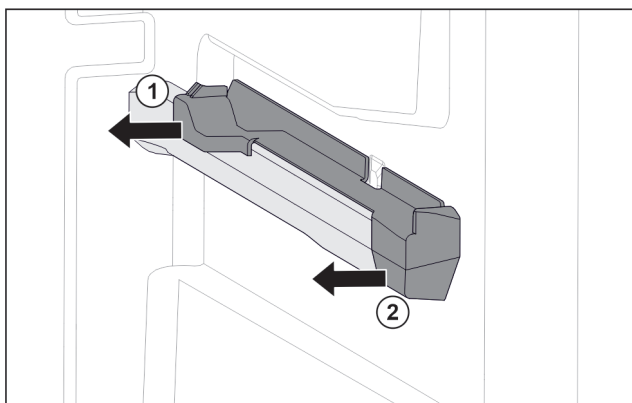

Fig. 122 Natični nastavek na desnemu nastavku za posodo
- ▶ Natični nastavek zadaj izvlecite v stran. Fig. 122 (1)
- ▶ Natični nastavek spredaj izvlecite v stran. Fig. 122 (2)